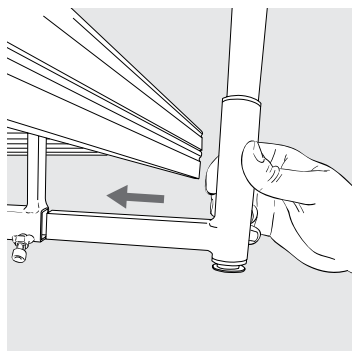
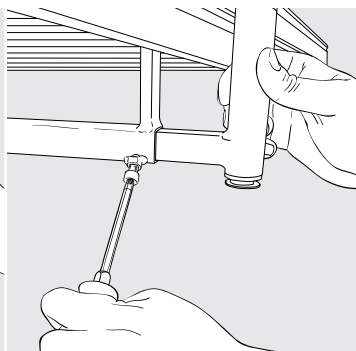

Abb. 4
Abb. 5
- Aufstehbügel in die Halterungstraverse schieben (Abb. 4), in die gewünschte Position bringen und fest verschrauben (Abb. 5).